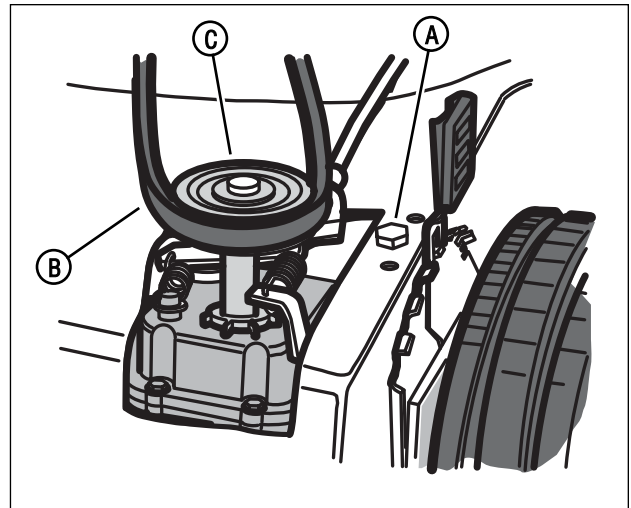
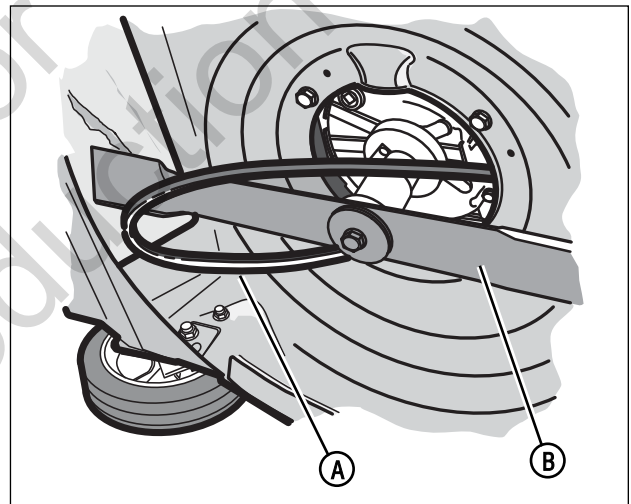

Figura 23: Aflojamiento del perno de tensión de la correa
Figura 24: Desmontaje de la correa
3. Afloje el perno de tensión de la correa (A, Figura 23).
4. Remueva la parte delantera de la correa de transmisión (B) fuera de la p Polea de transmisión (C).
5. Para remover la parte trasera de la correa de transmisión (A, Figura 24), deslice la correa de transmisión sobre el extremo de la cuchilla (B).